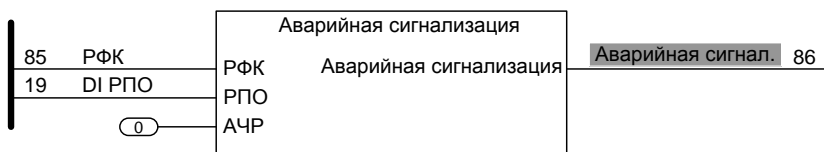

Рисунок 41 – Функциональный блок аварийной сигнализации
2.22.1.1 Сигнал аварийной сигнализации формируется функциональным блоком «Аварийная сигнализация» при несоответствии включенного реле РФК и отключенного положения выключателя (рисунок 41). Назначение входов и выходов функционального блока приведено в таблице 44. На рисунке 42 приведена логическая схема аварийной сигнализации.